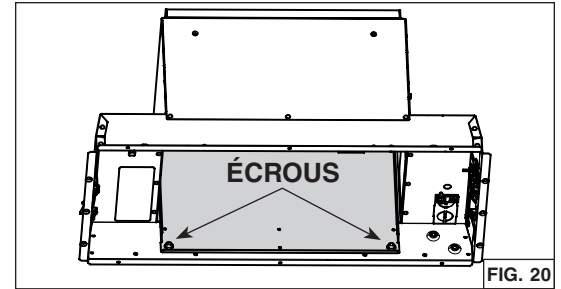

FIG. 20
7. Par l'intérieur de l'appareil, détacher la plaque arrière (en gris dans la FIG. 20) en retirant ses 2 écrous de retenue à l'aide d'une douille de 3/8 po de diamètre. Mettre de côté les écrous et la plaque.